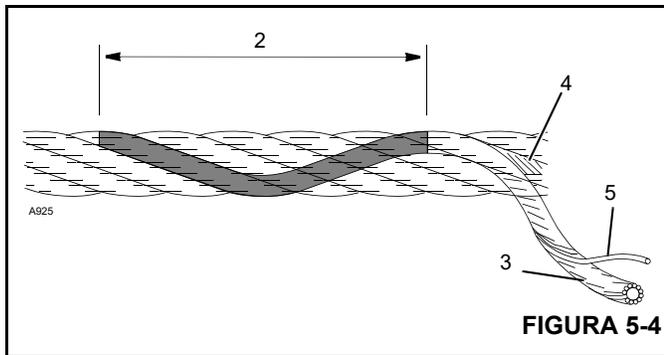

FIGURA 5-4
- Al buscar alambres rotos (5) (Figura 5-4), alivie el cable, muévelo hacia afuera de los “puntos de recogida” y dóblelo lo más que se pueda. Los defectos del cable hacen referencia a la “longitud de sesgo” (2), que es la distancia medida a lo largo del cable en donde una trenza (3) logra una revolución completa alrededor del núcleo (4).